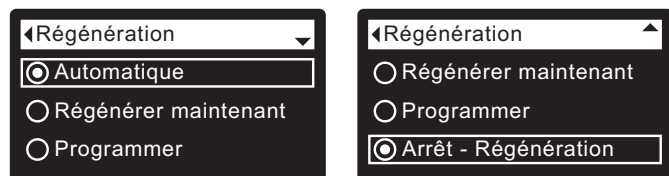
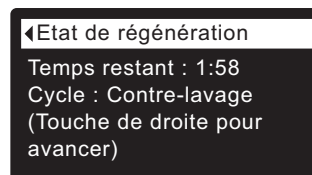

FIG. 43
FIG. 44
3. Appuyez sur le SÉLECTEUR (O) pour afficher le menu de régénération (cf. Figure 43).
4. Si le cercle à gauche de l'option souhaitée a déjà un point (cf. Figure 43), passez à l'étape 5. Sinon, appuyez sur le bouton BAS (▼) ou HAUT (▲) pour passer à l'option souhaitée, puis sur le SÉLECTEUR (O) pour valider votre choix.
- **Régénérer maintenant** démarre aussitôt une régénération si vous appuyez sur le SÉLECTEUR (O) à l'étape 5.
5. Appuyez sur le SÉLECTEUR (O) : Si vous avez choisi **Régénérer maintenant**, l'afficheur passe immédiatement à l'écran d'état de la régénération (cf. Figure 44).